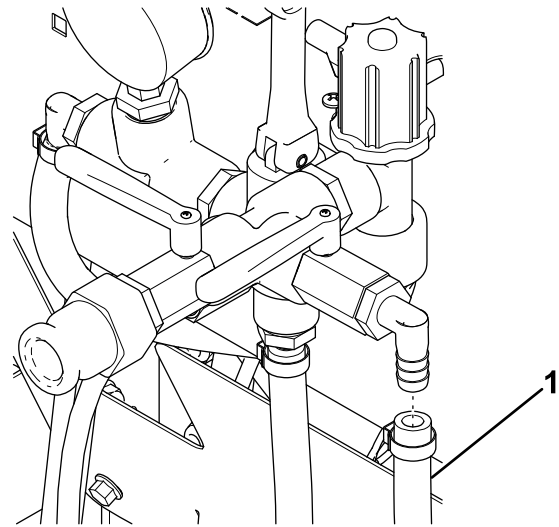

Figure 6
- Pulvérisez du silicone sur l'extrémité du flexible de la cuve principale précédemment débranché, enfitez un collier de serrage sur l'extrémité et fixez l'ensemble sur la soupape de la cuve principale (Figure 6).